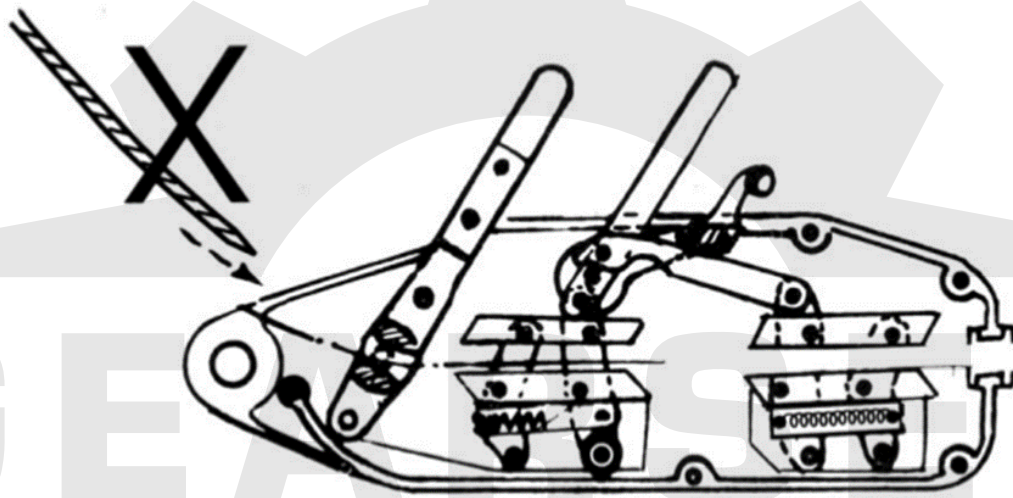

рис. 5
3.8 Вставлять канат в верхнее отверстие лебедки (Рис. 5)